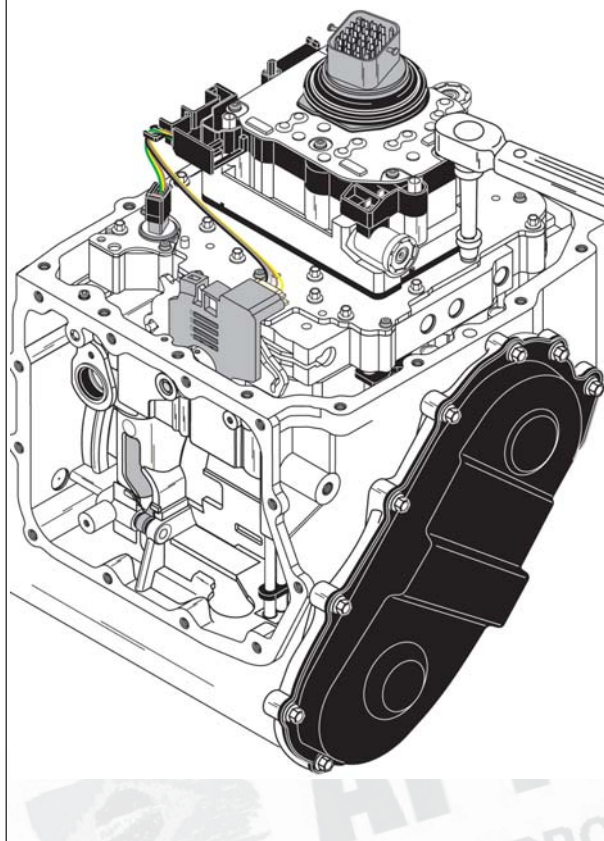

Figura 279
88. Aperte todos os parafusos do corpo de válvulas à carcaça com um torque de 7 nm, conforme mostra a figura 279.